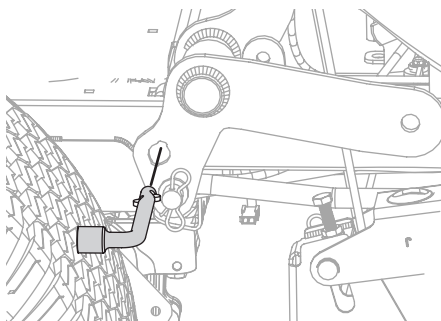

Figura 37
- a. Utilice el pedal de elevación de la plataforma y la perilla de elevación de la plataforma para colocar la plataforma en su posición más baja y utilice la herramienta para usos múltiples para trabar los componentes de elevación de la plataforma en su lugar (Figura 37).